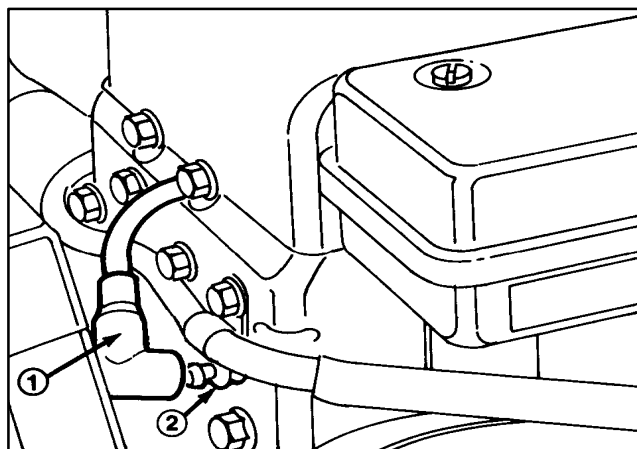

Figure 10
1. Nettoyer la surface autour du bouchon du réservoir, afin d'éviter que tout corps étranger ne tombe dans le réservoir lorsque le bouchon est enlevé (Fig. 10).